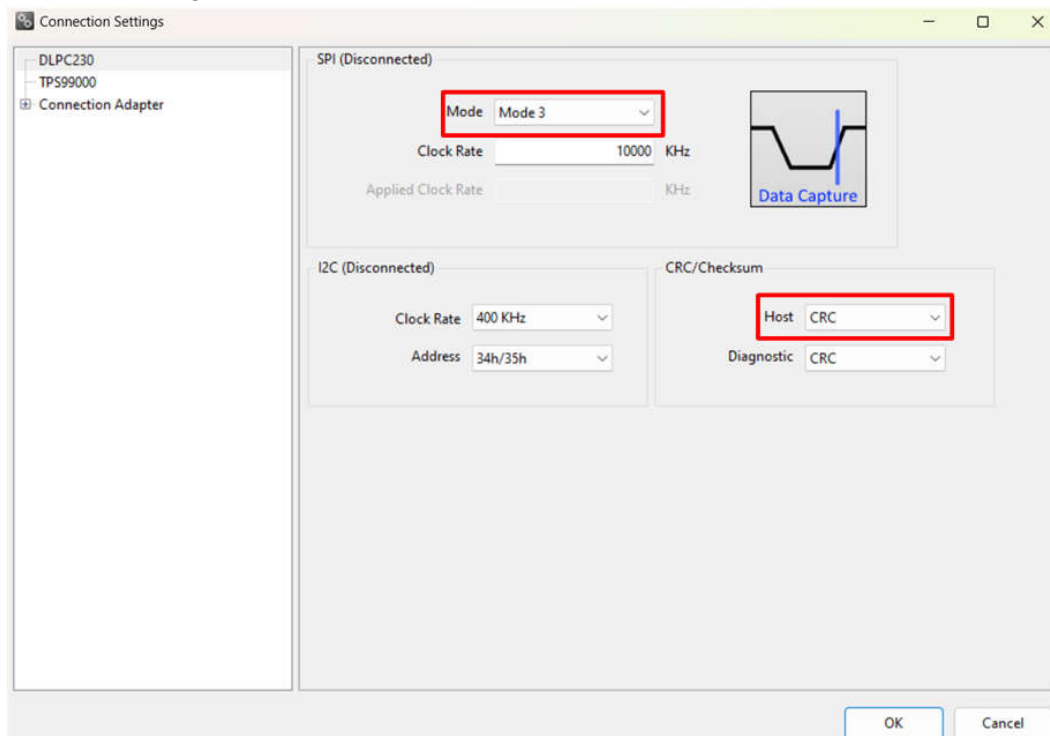

图 3-5. DLPC230-Q1 Automotive Control Program 通信设置
2. 选择 Connection Settings 以确认 SPI 配置，如 图 3-5 所示。配置完成后，按 OK。